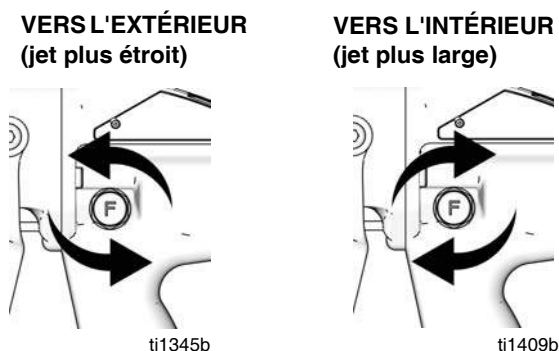

FIG. 7. Bouton d'air du jet
1. Consultez la FIG. 7. Fermez l'air de réglage du jet en tournant le bouton à fond dans le sens horaire (vers l'intérieur). Le pistolet est réglé sur le jet le plus large.